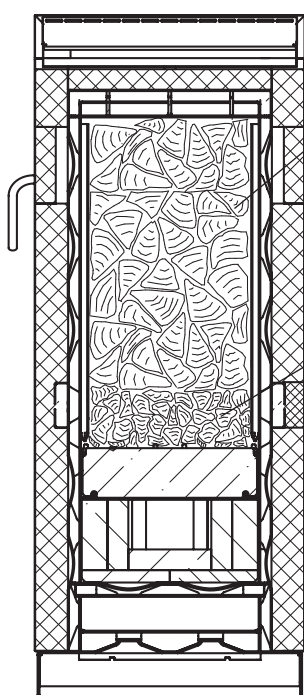
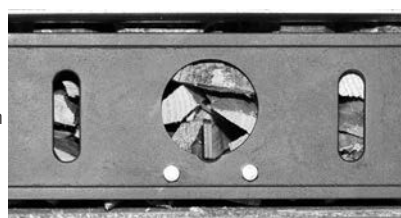

Fig. 9 Vue en coupe du foyer
Fig. 10 Bûches correctement placées devant l'ouverture d'allumage
- 2.) **Placer** d'abord de petites **bûches**, puis de plus grandes, et remplir le foyer en fonction des besoins – Fig. 9. Avant de fermer la porte d'allumage, contrôler que le bois se trouve directement devant l'ouverture d'allumage – Fig. 10.